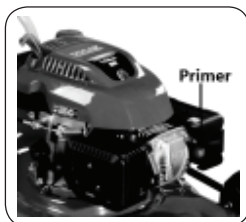

Рис. 13
**ДЛЯ ЗАПУСКА ДВИГАТЕЛЯ** (Рис. 13, 14 и 15).
1. При запуске холодного двигателя 3-5 раз нажмите кнопку прокачного насоса (primer, рис.13).